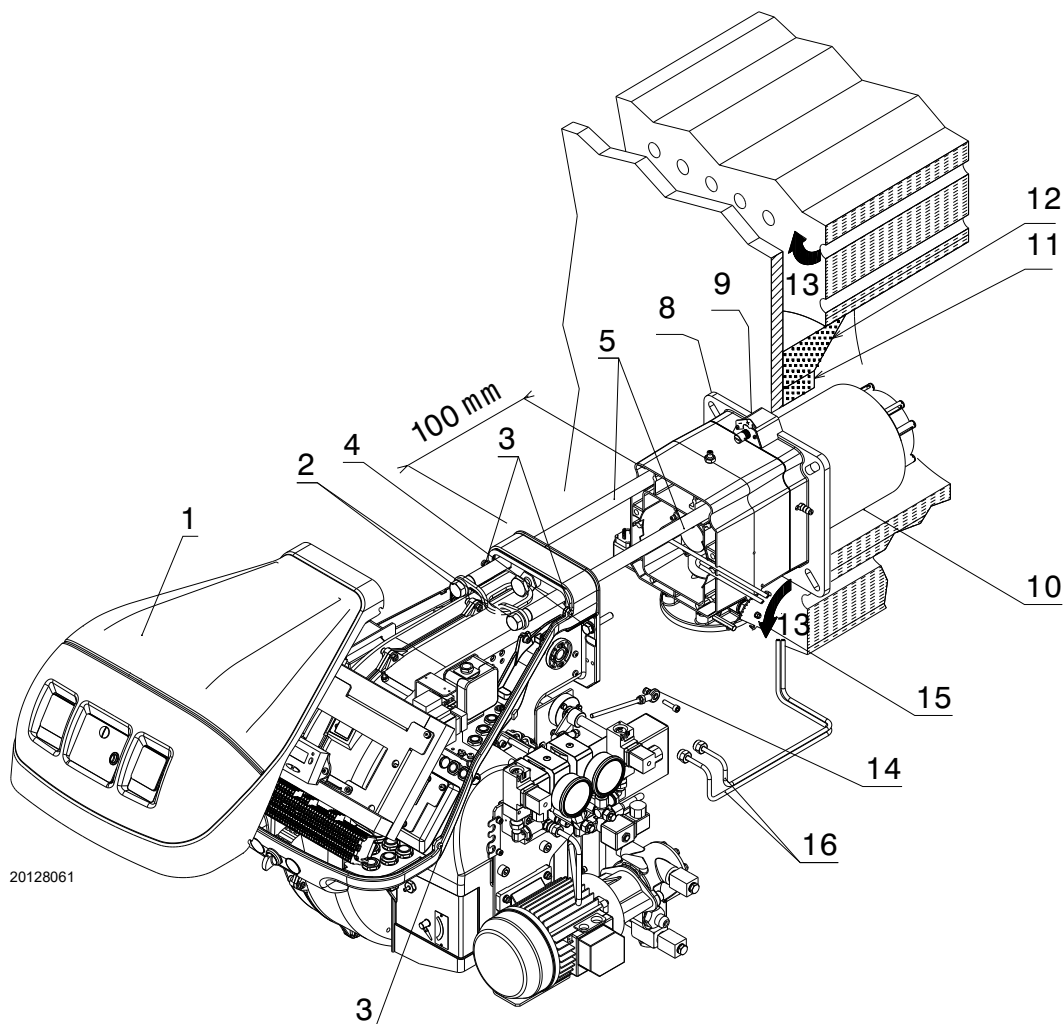

Fig. 16
Para calderas con paso de humos delantero 13)(Fig. 16) o con cámara de inversión de llama, colocar una protección de material refractario 11) entre el refractario de la caldera 12) y el tubo llama 10).
Separar el cabezal de combustión del resto del quemador, (Fig. 16). Para lograr esto proceder de la siguiente manera:
- volver a montar el quemador en las guías 3) a unos 100 mm del manguito 4) - quemador en la posición que se muestra en la Fig. 16;